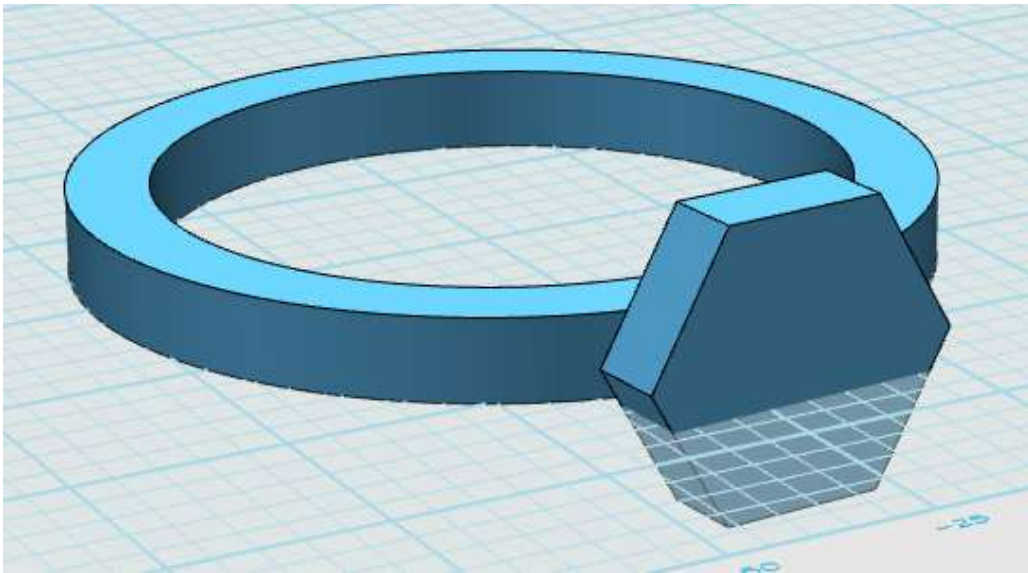

图 1-5
Step 5 拉伸六边形。使用拉伸命令 ，将六边形拉伸为立体图形，如下图 1-5 所示：